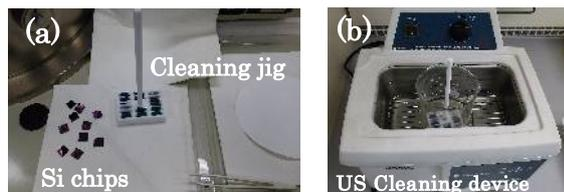

Fig.1 Cleaning jig and ultrasonic cleaning device.
- ① 予め3インチ、5インチウェハーに表面保護のレジストを塗布して、ダイシングテープに張り付けておく。
- ② 3種類(9,10,12 mm²)のシリコン試料片を3インチ(9 mm²、5×20 mm)、5インチ(10,12 mm²)ウェハーからダイシングソーによりカットする
- ③ ダイシングテープを120℃で30秒~1分程度加熱して、シリコン試料片(レジスト保護片)をテープから剥がす。シリコン試料片を洗浄用テフロン治具に入れる(Fig. 1(a))。
- ④ アセトンによりレジスト剥離、仕上げ洗浄を行う(Fig.1 (b))。